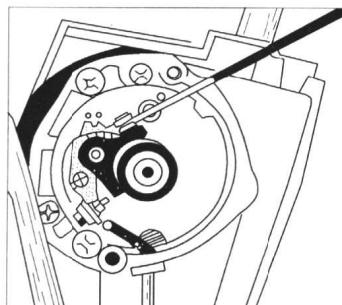

图 1-4 测量断电器触点间隙
(4) 用厚薄规（俗称塞尺）测量断电器触点间隙。若间隙为 0.3~0.4mm 时，可继续进行以下几项的调整工作，如图 1-4 所示。